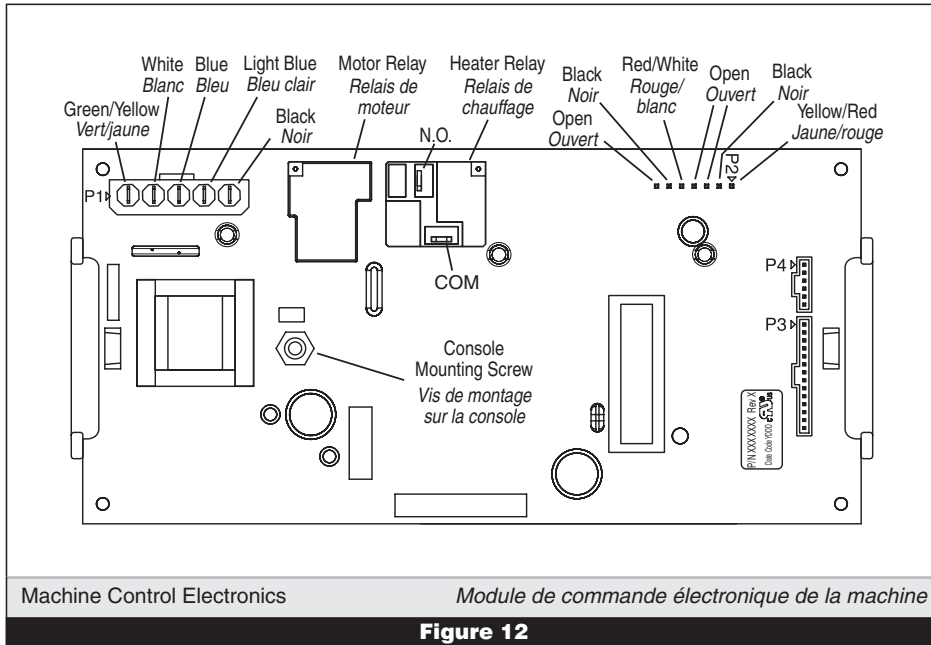

Figure 12
- Disconnect the ribbon cables at P3 and P4 on the machine control electronics. See figure 12 on page 12 for connector locations.
- Déconnecter les câbles plats à P3 et P4 sur le module de commande électronique de la machine. Voir figure 12, page 12 pour les emplacements des connecteurs.
Remove all the wire connections to the machine control board. See figure 12, page 12.
Débrancher tous les conducteurs sur la carte des circuits. Voir figure 12, page 12.